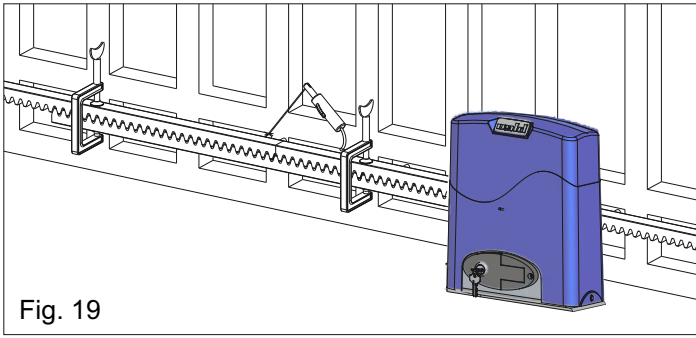

Fig. 19
- Comprobar que todos los elementos de la cremallera estén perfectamente alineados y colocados correctamente (dentado en fase). Es aconsejable oponer un tercer elemento a dos elementos sucesivos como se indica en la Fig. 19;